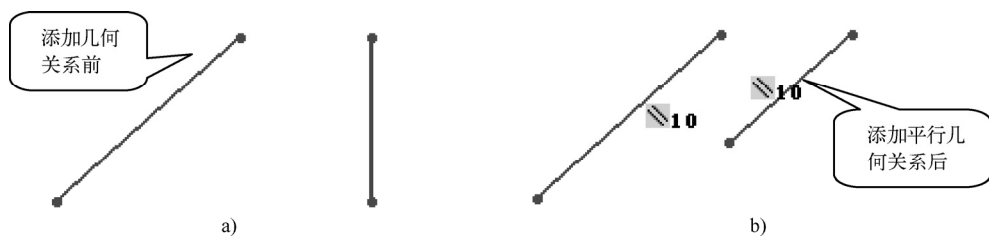

图 2-109 添加平行几何关系
- 平行几何关系：使两条或两条以上的直线与一条直线或一个实体边缘线互相平行，如图 2-109 所示。